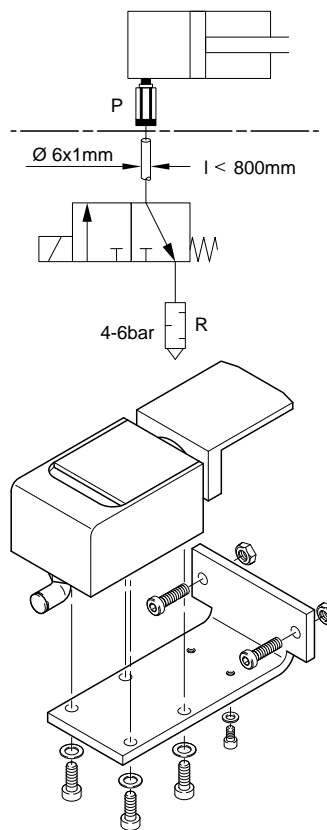

Fig. 3
■ Dämpfer 3 842 525 733 (Fig. 3)
■ Shock absorber 3 842 525 733 (Fig. 3)
■ 缓冲器 3 842 525 733 (Fig. 3)